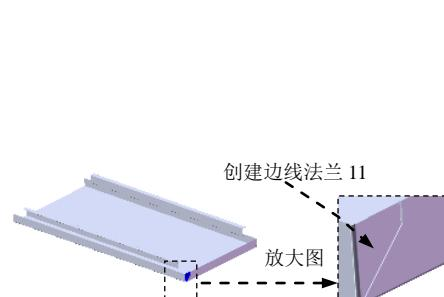

图 17.6.21 创建边线一法兰 11
Step11. 用相同的方法创建另一侧的边线一法兰 11（图 17.6.21），详细操作步骤参见上一步。